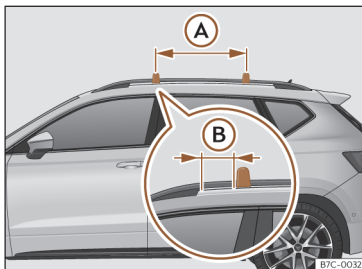

Fig. 174 Pontos de fixação das barras longitudinais para a bagageira do tejadilho.
As barras transversais montam-se nas barras laterais do tejadilho. A distância entre barras transversais >>> **Fig. 174** (A) deverá ser entre 70 e 90 cm e a distância das barras transversais com os suportes das barras laterais do teto (B) deverá ser de 15 cm.